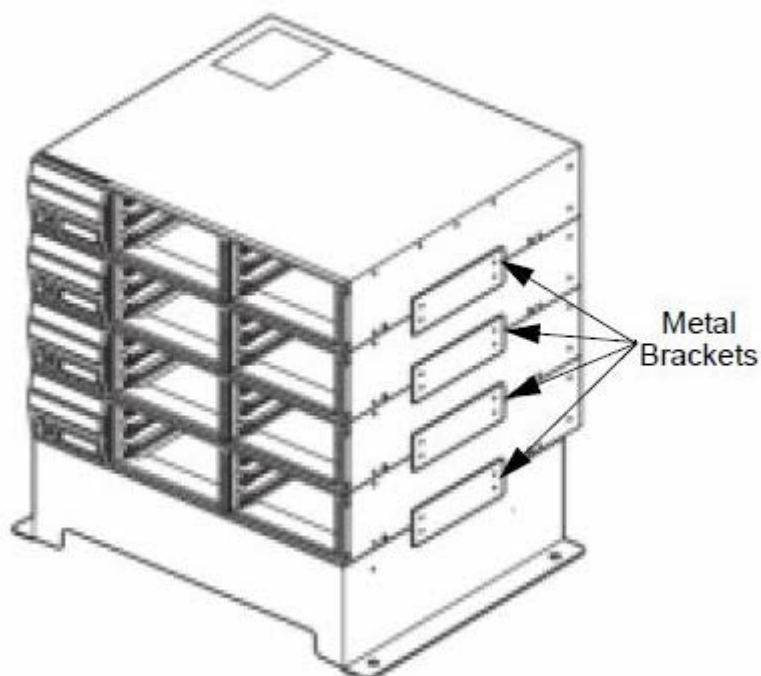

图 3-15 安装金属支架
2. 使用 CHS2U 连接支架和添付的螺钉, 在两侧固定 19" 机柜和底座。参考“图 3-15”